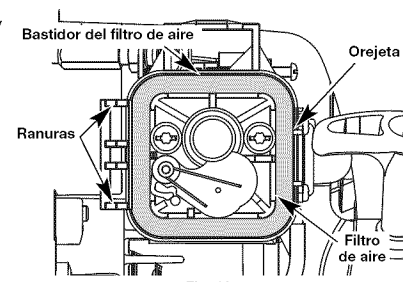

Fig. 16
2. Quite el filtro de aire (Fig. 16).
6. Reemplace el filtro (Fig. 16).